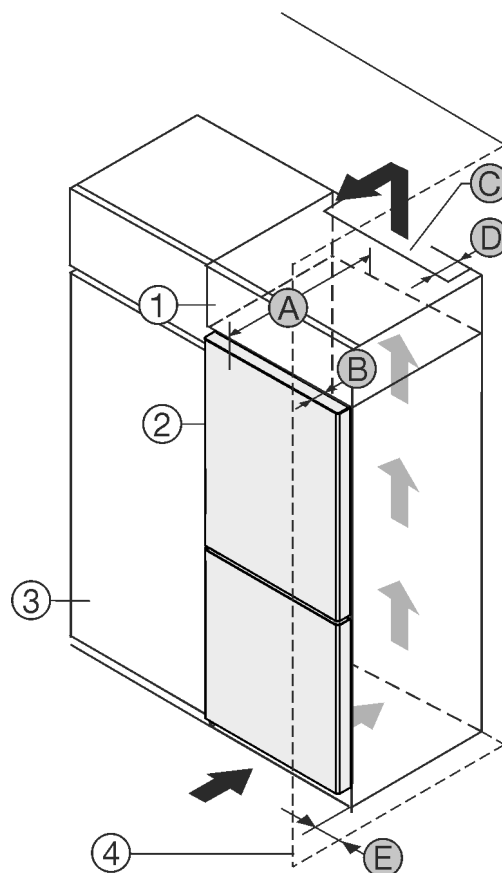

Fig. 1
Zariadenie postavte priamo vedľa kuchynskej skrine Fig. 1 (3).\*
Na zadnej strane nadstavnej skrine musí byť vetracia šachta s hĺbkou Fig. 1 (D) cez celú šírku nadstavnej skrine.
Pod stropom miestnosti sa musí dodržať prierez vetracieho otvoru Fig. 1 (C).
Ak je zariadenie umiestnené so zavesením vedľa steny Fig. 1 (4), vzdialenosť medzi zariadením a stenou musí byť minimálne 13 mm.
Ak je zariadenie umiestnené so zavesením vedľa steny Fig. 1 (4), vzdialenosť medzi zariadením a stenou musí byť minimálne 20 mm.
Pre úplné otvorenie dverí musí zariadenie vyčnievať o hĺbku dvier Fig. 1 (B) prednej časti kuchynskej skrine. V závislosti od hĺbky kuchynských skriň Fig. 1 (3) a použitia dištančných držiakov na stenu môže zariadenie prečnievať ešte viac.\*